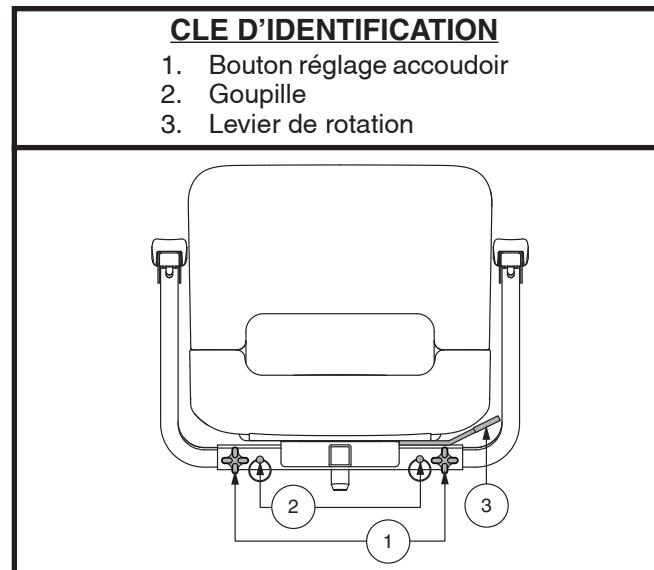

Figure 14. Réglage du siège
1. Desserrez les boutons de réglage. **Voir la figure 14.**